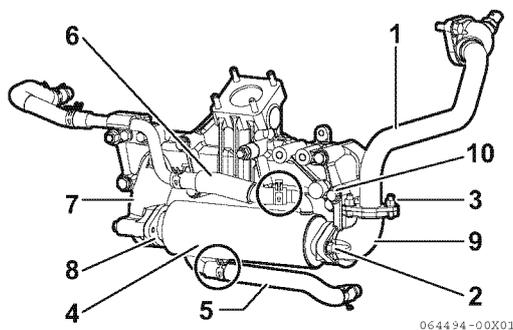

Figure 6-118
2. Desserrez l'écrou de fixation (2, **Figure 6-118**) du côté refroidisseur RGE du tuyau RGE (1, **Figure 6-118**) et l'écrou de fixation (3, **Figure 6-118**) du côté soupape RGE pour déposer le tuyau.
3. Desserrez les colliers de serrage du tuyau de liquide de refroidissement côté entrée (5, **Figure 6-118**) et du tuyau de refroidissement côté sortie (6, **Figure 6-118**) du refroidisseur RGE (4, **Figure 6-118**), puis retirez-les. Quand vous desserrez les agrafes, placez un chiffon usagé ou similaire sous les joints des tuyaux pour absorber l'eau si elle s'écoule.
4. Desserrez le boulon (8, **Figure 6-118**) fixant le refroidisseur de RGE à la bride de la tubulure d'échappement (7, **Figure 6-118**).
5. Desserrez le boulon (10, **Figure 6-118**) fixant l'évent de sortie du refroidisseur RGE (9, **Figure 6-118**) à la tubulure d'échappement, puis retirez le refroidisseur RGE avec l'évent.